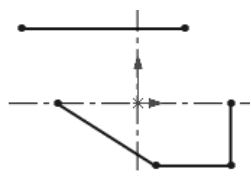

图 1.3 绘制的直线
(2) 绘制直线。选择下拉菜单 **工具(T)** → **草图绘制实体(E)** → **直线(L)** 命令，在图形区中绘制图 1.3 所示的直线。